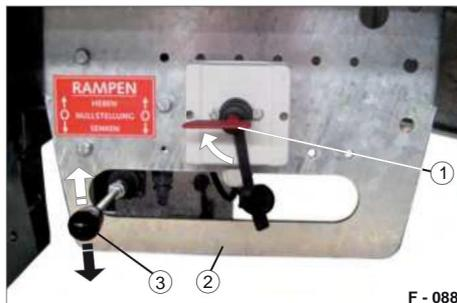

Fig. 41 Punto di controllo
- ÿ Inserire la chiave a bussola e portare l'interruttore di alimentazione (Fig. 41/1) su ON.
- ÿ Azionare la leva di comando (Fig. 41/3) Per le rampe di carico vedere la sezione Struttura da pagina 165.